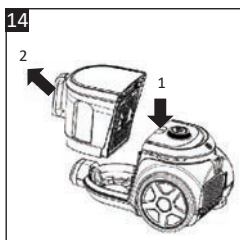

Рис. 14
- Регулярно опорожняйте пылесборник (11). Не превышайте уровень отметки **MAX**.
1. Нажмите и удерживайте кнопку освобождения пылесборника (12) одной рукой, а другой рукой поднимите пылесборник за ручку (10), чтобы вынуть его из пылесоса (Рис. 14).